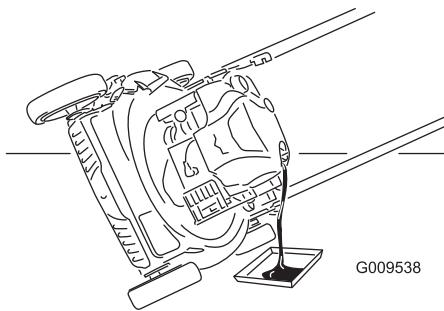

Figure 29
- Basculez la machine sur le côté, tube de remplissage en bas, pour vidanger l'huile usagée dans le bac de vidange par le tube de remplissage (Figure 29).